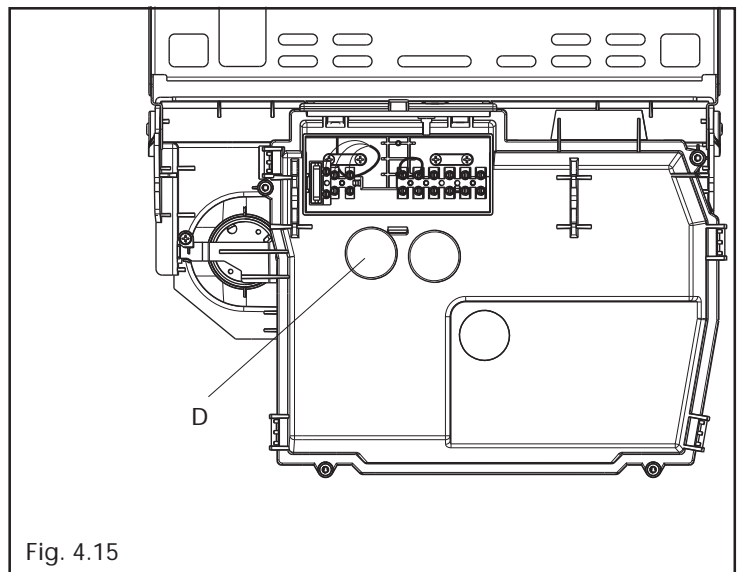

Fig. 4.15
- togliere il tappo D tirandolo verso di sé (fig. 4.15)
- riposizionare il tappo D (fig. 4.15)